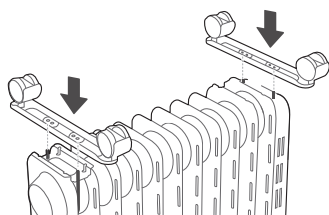

figure 1
2. Richten Sie wie in Abbildung 1 gezeigt das Befestigungsloch einer Gruppe von Rädern aus und bringen Sie es an der Schraube der Schwenklagerplatte am Ende der Kühlerlamelle an. Die andere Schwenkradbaugruppe ist mit den unten montierten Schrauben ausgerichtet des Kontrollkastens.